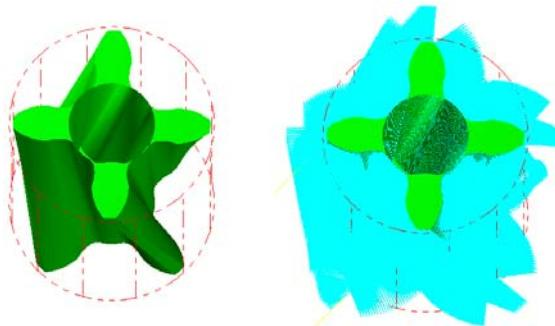

图 11-43 操作题 1
4. 对如图 11-43 所示的图形选用合适的多轴加工方法加工，生成刀具路径。